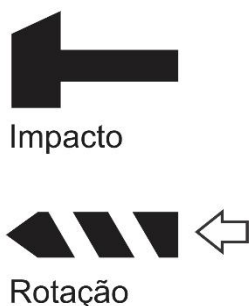

Fig. 11 – Botão de seleção de impacto
- 1) Selecione a opção de rotação da furadeira (Fig.11, item 4.2.6)
- 1) Selecione a opção de rotação da furadeira (Fig.11, item 4.2.5)